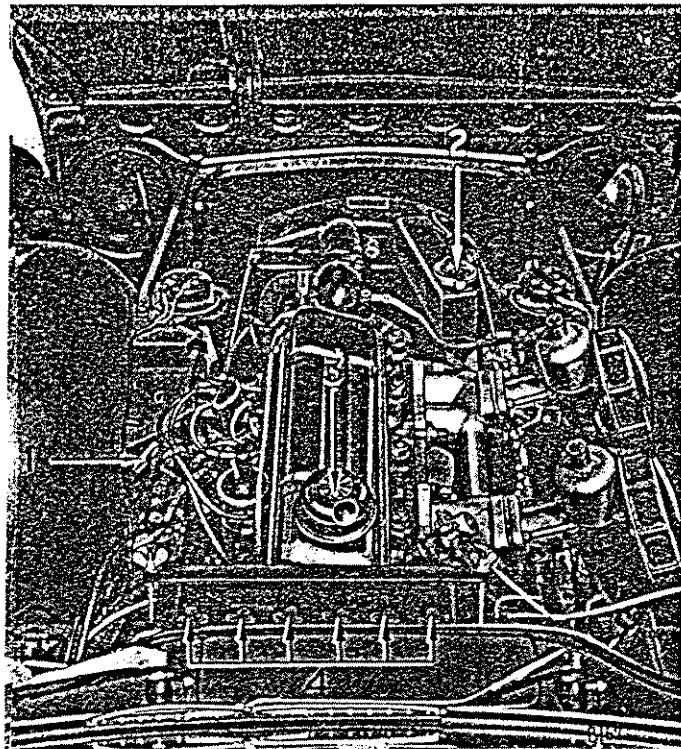

Abb.1 Blick unter die Motorhaube
Den Stand der Akkumulatorenflüssigkeit in den Zellen prüfen und gegebenenfalls durch die Stopfen (4), Abb. 1 destilliertes Wasser nachfüllen, um den Stand bis zum oberen Rand der Trennwände zu bringen.